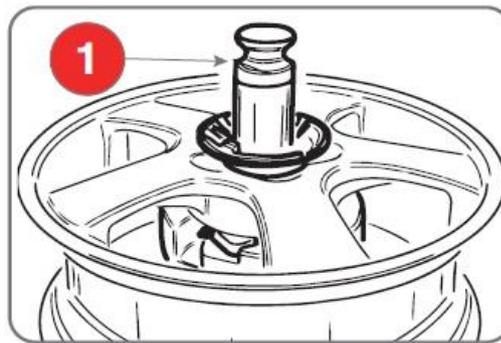

図6.11
- ・ センタリングハンドル(図 6.11 - 1)
調整します。(図 6.11)